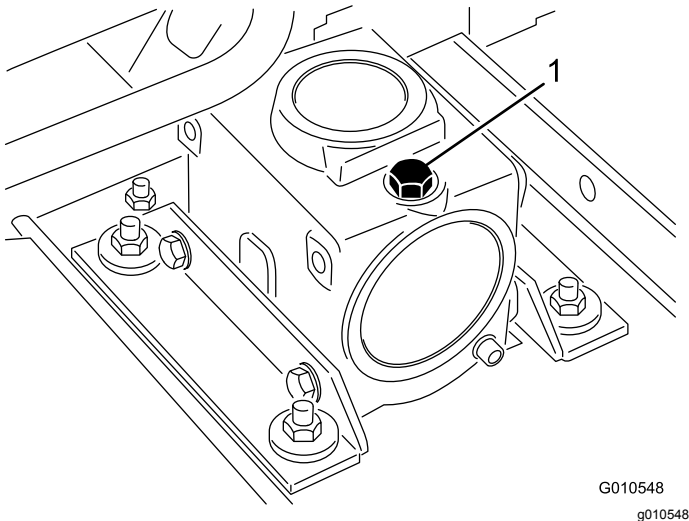

Figure 19
2. Retirez le bouchon de remplissage-jauge au sommet du boîtier d'engrenages (Figure 19) et vérifiez que le niveau d'huile se situe entre les repères sur la jauge. Si le niveau de lubrifiant est trop bas, faites l'appoint de lubrifiant pour faire monter le niveau entre les repères.